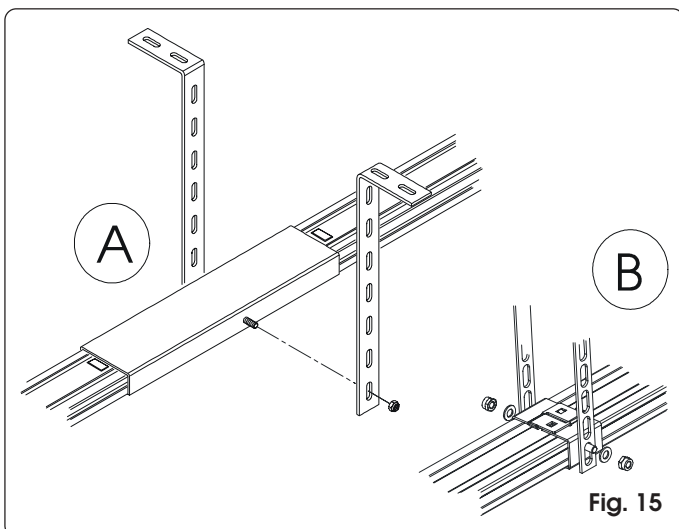

Fig. 15
- 13) En cas d'utilisation d'un rail en deux tronçons avec élément de liaison central (fig. 15 réf. A) ou du support central pour le rail en une seule pièce (fig. 15 réf. B - en option), fixer au plafond en utilisant les pattes de fixation et en procédant comme décrit aux points 9, 10 et 12 (fig. 15).